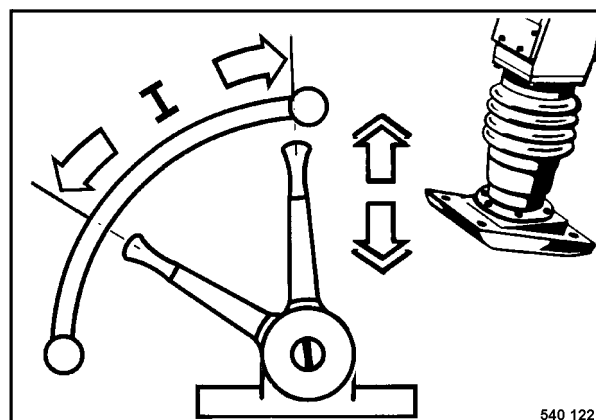

Fig. 2
- Para lograr un comportamiento regular en el funcionamiento se debe ajustar la palanca reguladora del número de revoluciones según las características y estructura del suelo en la margen I (Fig. 2).